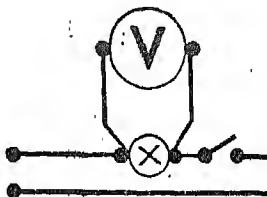

Fig. 9. — Mesure de la tension électrique entre les bornes d'une lampe (à droite).
3. la tension entre les deux fils qui amènent le courant à une lampe électrique (fig. 9).